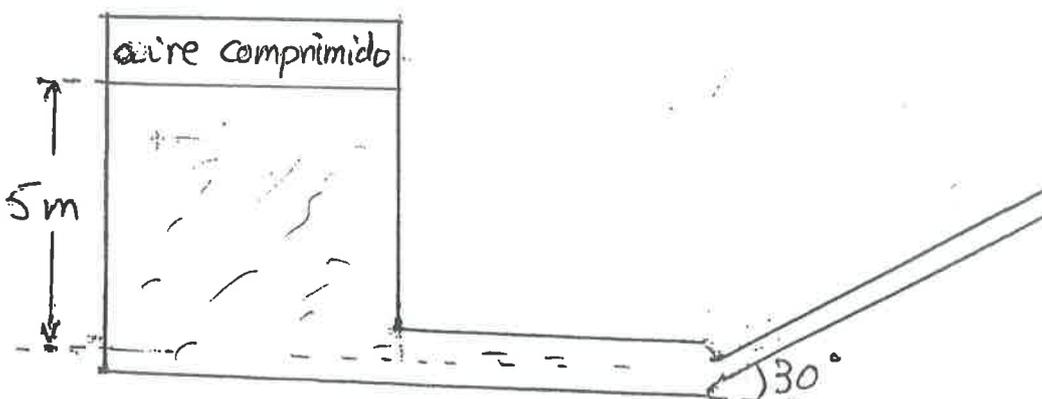

Figura 2
3.- (4p) Un depósito de grandes dimensiones, cerrado y con aire comprimido en su parte superior, contiene agua hasta 5 m por encima de su fondo. El depósito desagua por su fondo mediante una tubería horizontal de  $20 \text{ cm}^2$  de sección, que continúa con otra tubería de sección mitad inclinada  $30^\circ$ , que se abre a la atmósfera, tal como indica la **Figura 2**. En el punto medio de la tubería horizontal se mide una presión de  $188450 \text{ Pa}$ , cuando a través de ella circulan  $10 \text{ l/s}$  de agua. Calculad:
3.- (4 p) Por el tubo horizontal de la Figura 2 circula agua a razón de 324 litros por minuto. Si tiene una sección transversal de  $36 \text{ cm}^2$  en las partes anchas y  $9 \text{ cm}^2$  en la parte estrecha, calculad: